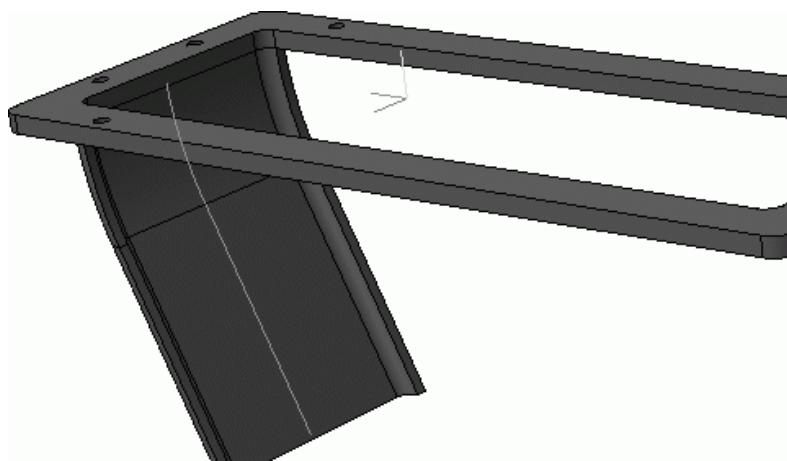

Рис. 3.74. Добавление передней стенки корпуса редуктора
6. Создав эти два эскиза, нажмите кнопку Кинематическая операция панели Редактирование детали и постройте переднюю стенку редуктора. В качестве базового эскиза укажите профиль стенки, а в качестве траектории – только что созданную кривую-контуру корпуса. В группе кнопок Движение сечения нажмите кнопку Параллельно самому себе. Создайте кинематическую операцию. В результате к фланцу редуктора будет «приклеена» его передняя стенка (рис. 3.74).